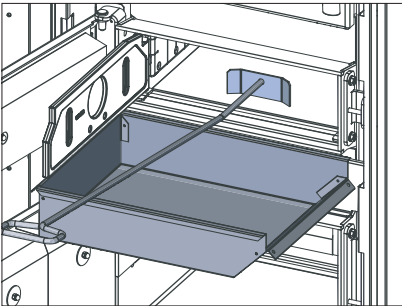

Fig. 58 Accrocher le tiroir à cendres, vider les cendres
- ▶ Accrocher le tiroir à cendres au niveau de la porte d'allumage (porte du milieu) à la tôle d'accrochage prévue à cet effet – Fig. 58. Ouvrir la porte d'allumage et la grille verticale et balayer l'essentiel des cendres résiduelles du foyer dans le tiroir à cendres.